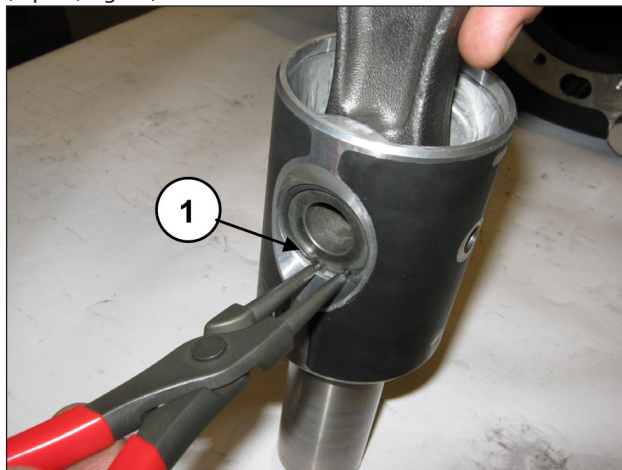

Fig. 37
Déposer les deux anneaux Seeger de retenue de la goupille (rep. ①, Fig. 37).
Insérer la bielle dans le guide de piston (rep. ①, Fig. 39) puis insérer la goupille (rep. ①, Fig. 38). Appliquer les deux Seeger d'appui (rep. ①, Fig. 37).